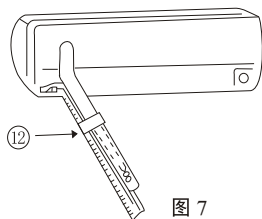

图 7
(1) 当要把铜管从后面引出时,将铜管、排水管和连接电缆一起用附件⑫胶带绷紧。(图7)